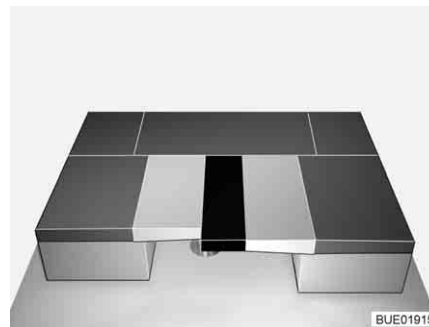

Fig. 107 Après la transformation
- Appuyer le coussin supplémentaire entre les coussins de dossier (voir Fig. 107).